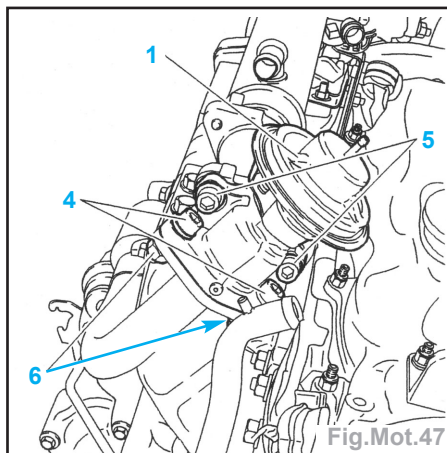

Fig.Mot.47
- Désaccoupler le tube (3).
- Déposer (Fig.Mot.47) :
- les vis (4),
- les écrous (6) (récupérer les rondelles),
- les vis (5) (récupérer les rondelles),
- la vanne EGR (1) (avec ses joints).